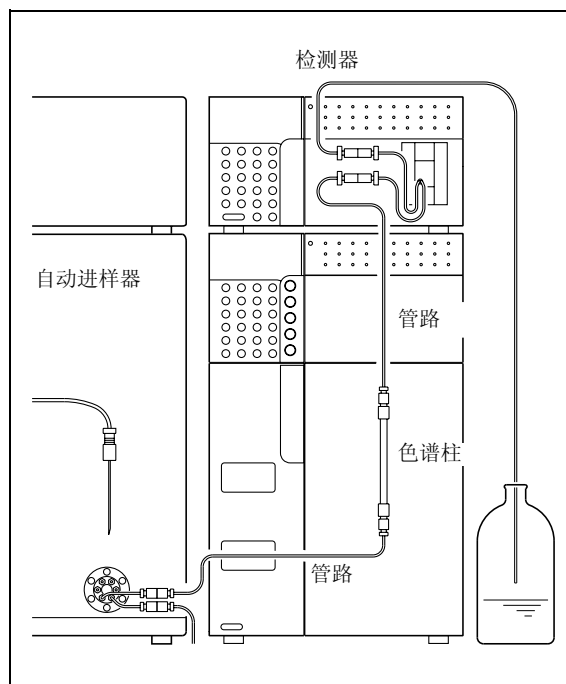

图 7.7
- 清洗完成后，将流动相（水与甲醇的混合剂 (3/2, (v/v)) 注入贮液瓶，然后将色谱柱重新连接到 LC 系统 ("图 7.7")。